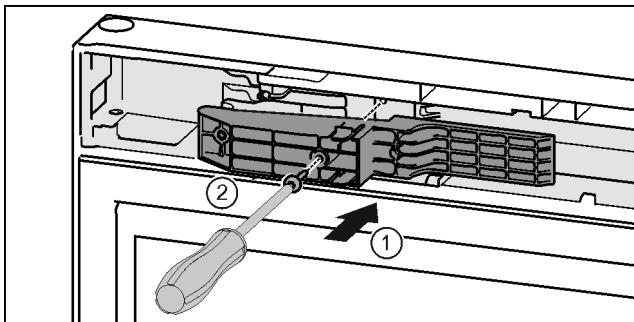

Fig. 48 *
- Ievietojiet adapteri padziļinājumā satveršanas pusē. Fig. 48 (1)*
- Pieskrūvējiet skrūves ar skrūvgriezi T15. Fig. 48 (2)*